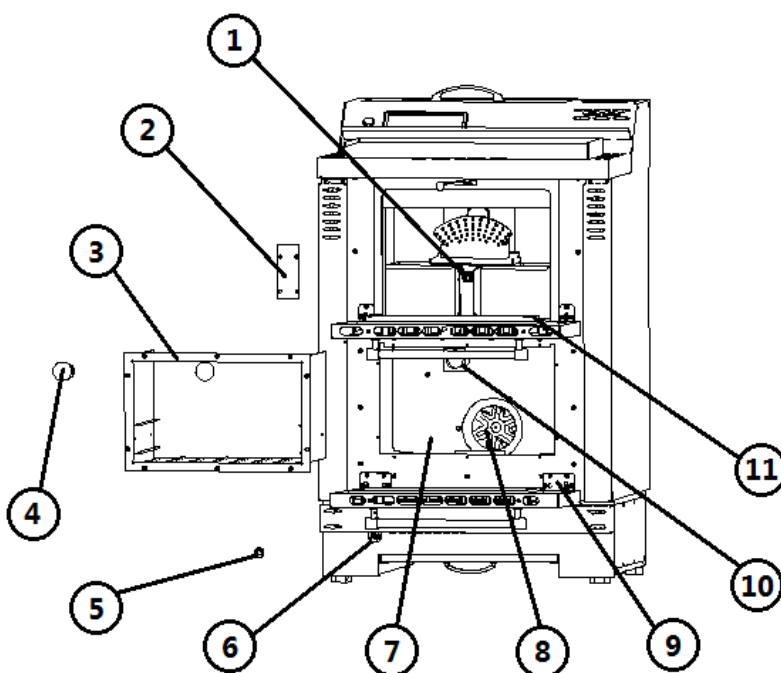

Fig. 35 - Vooraanzicht
LEGENDE Fig. 35 op pag. 68
- Draai de 4 schroeven van de afdekking van de bougie los (zie **Fig. 35 op pag. 68**).